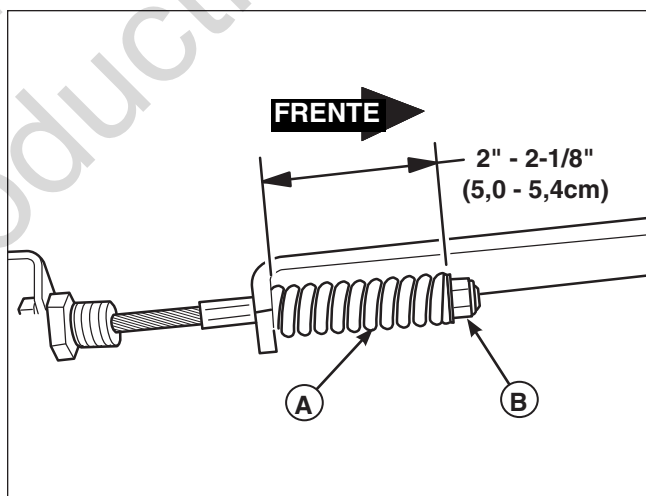

Figura 36. Ajuste de freno de mano
3. Encuentre el resorte del freno (A, Figura 36).
5. Si el resorte no se encuentra dentro de este margen, suelte el freno de mano y gire la tuerca de ajuste (B) para comprimir o aflojar el resorte.